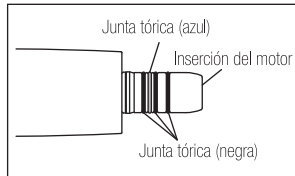

Fig. 8
- La junta tórica azul es más fina que las otras 3 negras. Al insertar nuevas juntas tóricas, asegúrese de que se insertan en las ranuras correctas tal y como se muestra en la Fig. 8.